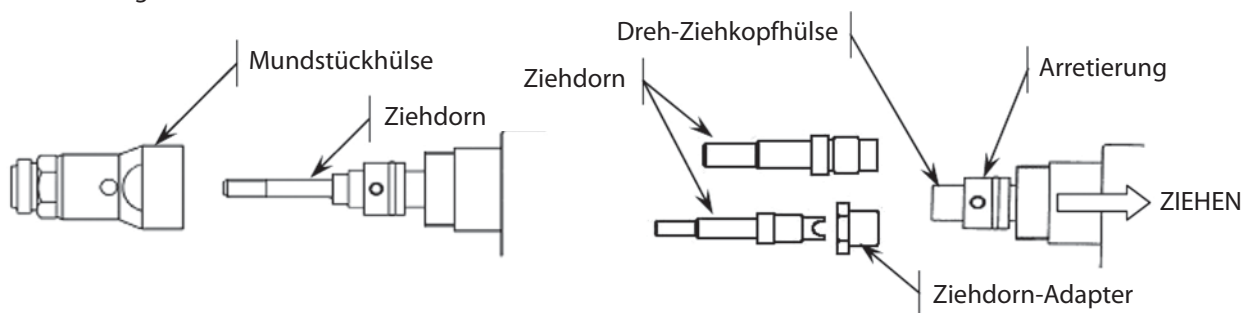

Abbildung 5: Ziehdoninstallation
3. Mundstückgehäuse vom Werkzeug abnehmen, um den Ziehdon und das Spin-Pull-Kopfgehäuse freizulegen (Abbildung 5).